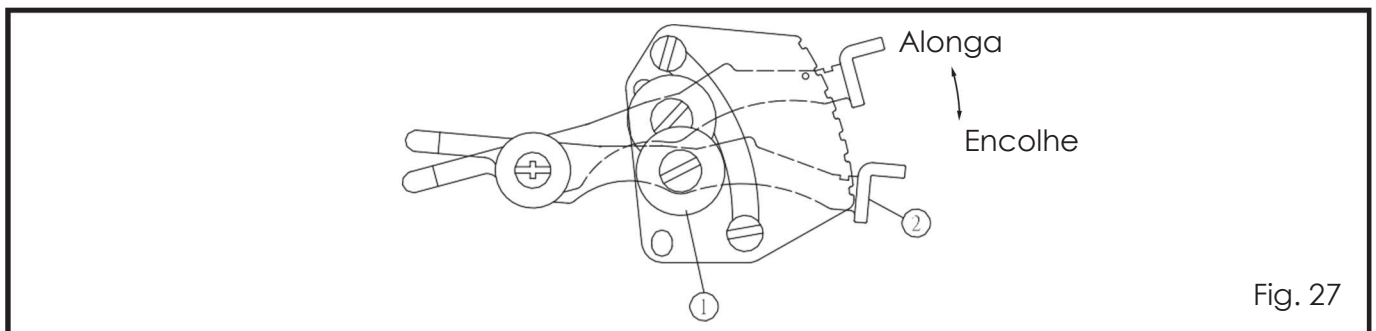

Fig. 27
Solte a porca de ajuste ①. Ajuste a haste de ajuste ② descendente do tecido irá encolher, onde como move-se ascendente irá extender o tecido. Aperte a porca de ajuste ① depois do termino do ajuste. (Fig.27) (Tab.5)